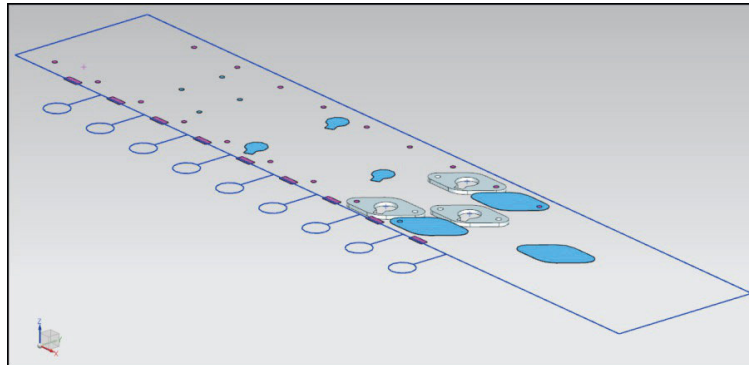

Рис. 7.20. Вид проекта
1. Откройте файл проекта `4.3\prj_control_269.prt` и активируйте МШПД (**Начало – Все приложения – Мастер проектирования штампов последовательного действия**). Вид проекта представлен на рис. 7.20.